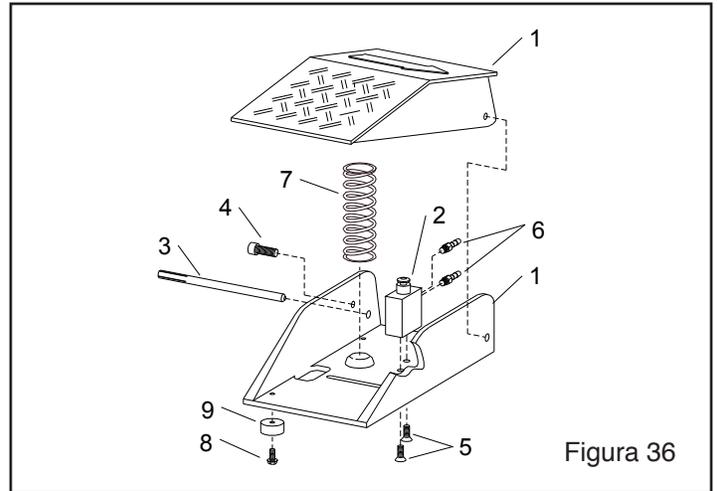

Figura 36
**9.7 Ensamble de pedal, Figura 36**